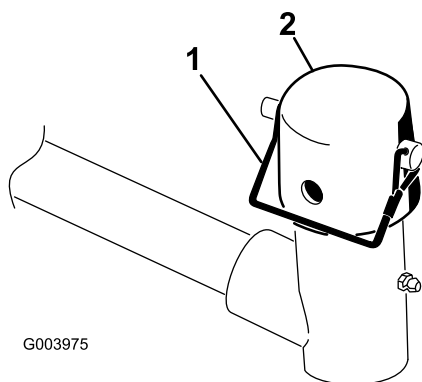

Рисунок 7
6. Снимите стопорный штифт и крышку с вилки оси поворота подъемного рычага (Рисунок 7).
10. Прикрепите крышку и ось несущей рамы к вилке подъемного рычага с помощью стопорного штифта. Используйте паз, если желательно использовать режущий блок с поворотом, или используйте отверстие, если режущий блок должен быть зафиксирован в своем положении (Рисунок 7).